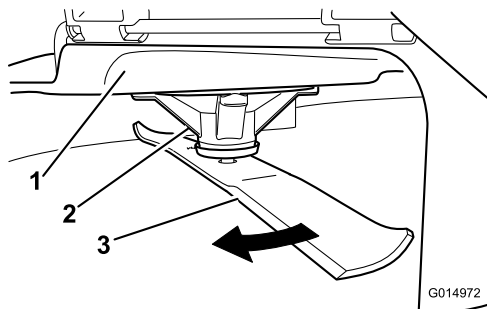

Рисунок 71
2. Одягаючи рукавички з товстими підкладками або інший належний засіб захисту рук, повільно поверніть ніж в положення, яке дозволяє вимірювати відстань між ріжучою кромкою та рівною поверхнею, на якій знаходиться пристрій (Рисунок 71).